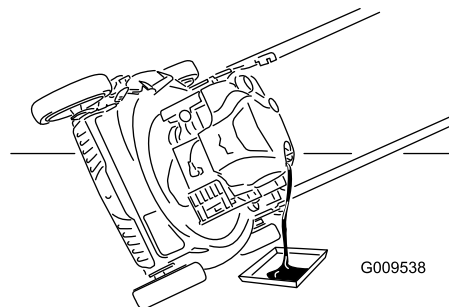

Figure 24
3. Inclinez la machine sur le côté (filtre à air en haut) pour vidanger l'huile usagée par le goulot de remplissage (Figure 24).